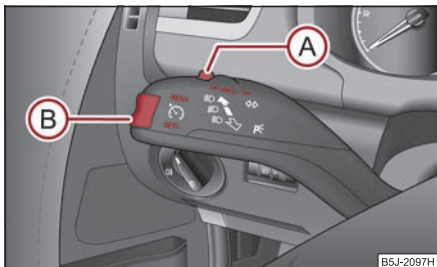

Fig. 128 Maneta: tasta basculantă și comutatorul sistemului de viteză de croazieră
- Apăsați comutatorul (A) ⇒ fig. 128 în poziția **ON**.
- După atingerea vitezei dorite apăsați tasta (B) în poziția **SET-** - viteza actuală se memorează.
- Viteza memorată poate fi **mărită** fără acționarea pedalei de accelerație, prin apăsarea tastei (B) ⇒ fig. 128 în poziția **RES+**.
- Apăsați comutatorul  ⇒ pagina 104, fig. 128 spre dreapta în poziția **OFF**. ■